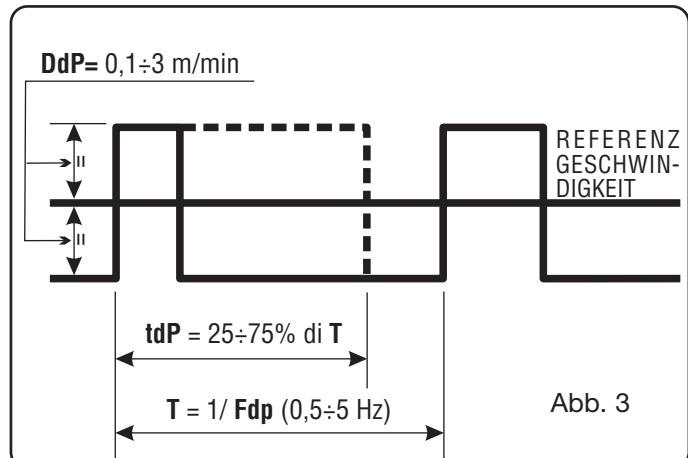

Abb. 3
D)- Den Regler **AI** drehen, bis das Kürzel **tdP** erscheint. Dies ist die Dauer der Aufrechterhaltung der höchsten Drahtvorschubgeschwindigkeit, d.h. des höchsten Stroms. Sie wird in Prozent der aus der Frequenz **Fdp** abgeleiteten Zeit ausgedrückt (siehe Abbildung 3).